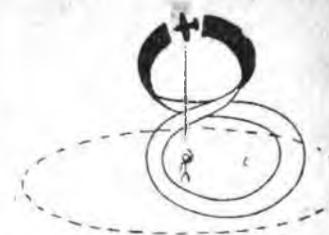

Fig. 6.
De ahora en adelante se deberá usar el taladro para cargar la madeja. Pase el gancho del taladro en el alambre del eje de la hélice y mientras que su ayudante mantiene el modelo (Fig. 6) aléjese con el taladro, empezando a cargar. La mejor manera para tener el modelo mientras se lo carga es colocando el pulgar y el índice de la mano derecha sobre el tarugo de retén de la madeja y el dedo índice y medio de la izquierda sobre la primera cuaderna del fuselaje. El esfuerzo de tracción debería ser distribuido uniformemente entre las dos manos.
**Ocho vertical** (fig. 6). — Se empezará haciendo un looping invertido; cuando el modelo se encuentre nuevamente arriba, cabree la manija “a fondo” y el modelo cerrará el ocho con un looping hacia arriba. Estos loopings deberán hacerse uno arriba del otro.